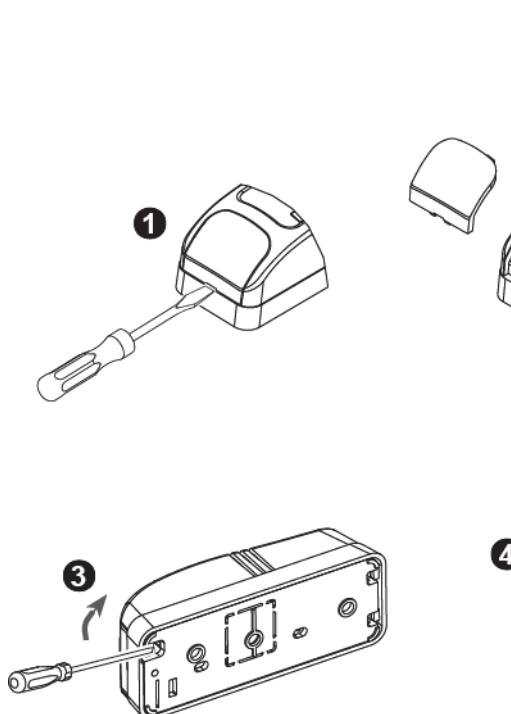

Figure 2. Montage
L'ouverture du couvercle est protégé par une autoprotection (voir Figure 2).
2. Insérez la batterie dans le support pile (voir Figure 2), en respectant la polarité. Pour un bon fonctionnement, utilisez uniquement des batteries en Lithium (type CR123) ou équivalent.
Avant de tester, séparez la base du couvercle (voir Figure 2).